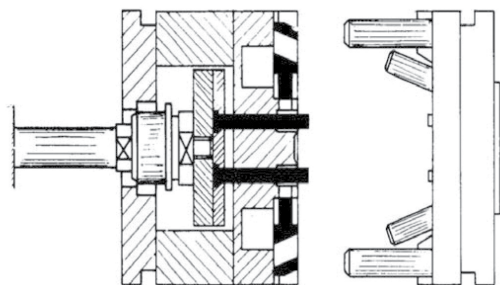

Figura 2 - Figure 2 - Abbildung 2
- 2) Stampo in posizione di estrazione. Il perno fissato sull'estrattore della macchina si aggancia al corpo del dispositivo, permettendo l'estrazione del pezzo stampato (vedere figura 2).